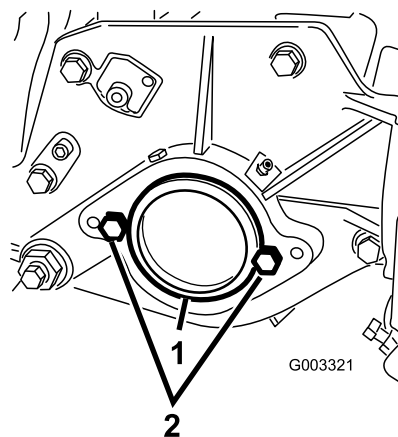

Bild 11
- Nehmen Sie rechts an der Schneideinheit den Plastikstöpsel vom Lagergehäuse ab (Bild 11).
- Nehmen Sie die zwei Kopfschrauben von der rechten Seitenplatte ab (Bild 11).
- Schrauben Sie die zwei Befestigungsschrauben für den Spindelmotor lose an der linken Seitenplatte der Schneideinheit fest (Bild 11).